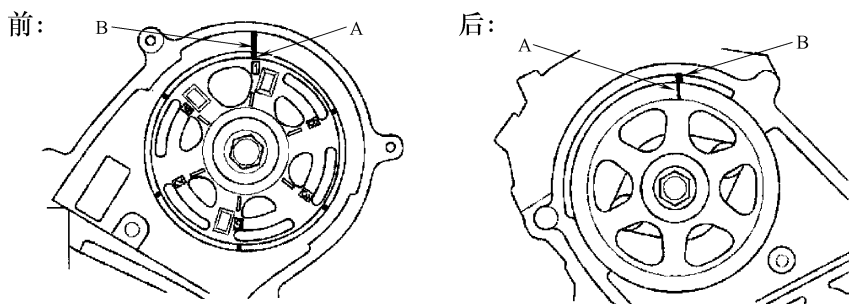

图 23-109 凸轮轴带轮标记 A 对准后盖指针 B
3) 按照图 23-109 所示, 把凸轮轴带轮上的标记 A 对准后盖上的指针 B, 使凸轮轴带轮设置到上止点位置。